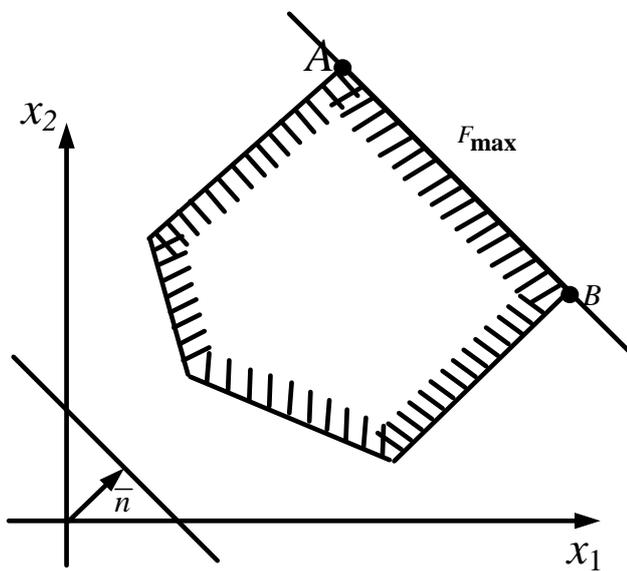

Рисунок 10 – Отрезок прямой (b)
- отрезок прямой ( $b$ ) (рисунок 10),